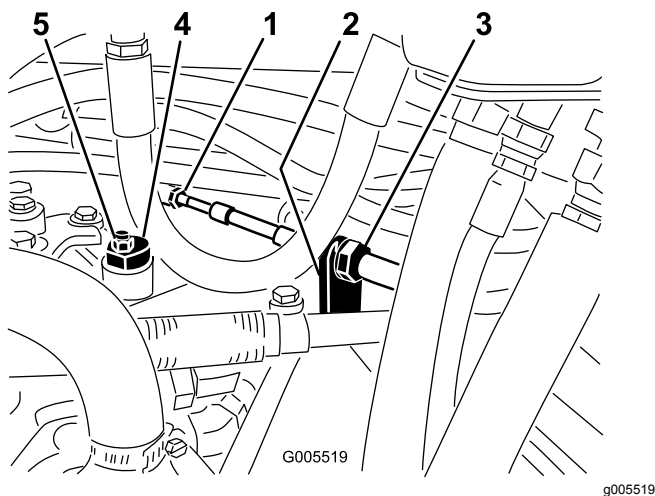

図 52
- A. 走行ケーブルを油圧トランスミッションのバルクヘッドに取り付けているジャムナット 図 52 を両方ともゆるめる。ジャムナットは調整ができるよう十分に、また均等にゆるめること。
注 偏芯ナットをトランスミッション上部に止めているナット 図 52 をゆるめる。
- C. どちらにも車輪が回らないように偏芯ナットを回して調整する。調整ができたら固定ナットを締める 図 52。スロットル SLOW および FAST 位置で調整が正しいことを確認する。
- D. バルクヘッドのそれぞれの側から、ロックナットを均等に締め付けて、ケーブルを固定する 図 52。ケーブルをねじらないように注意すること。